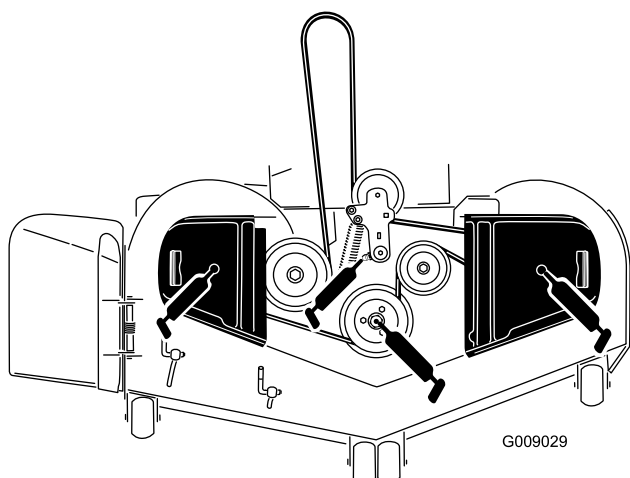

Figura 39
3. Engrase el pivote de la polea tensora de la carcasa del cortacésped hasta que salga grasa por el extremo inferior (Figura 39).
4. Engrase los tres cojinetes de los ejes hasta que rezume grasa de las juntas inferiores (Figura 39).